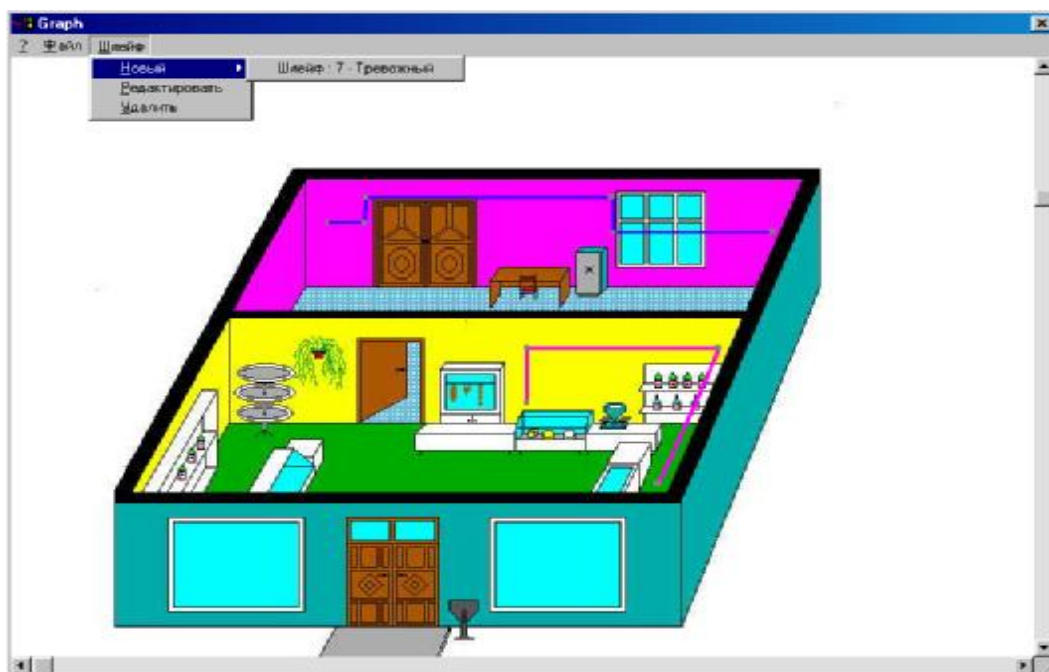

Рисунок 42
4.4.5 Привязка ШС к графическому плану зоны осуществляется следующим образом. Нажать в карточке зоны кнопку «Показать схему зоны». В появившемся окне, отображающим план-схему объекта, выбрать пункт меню «Шлейфы», подпункт «Новый», рисунок 42: